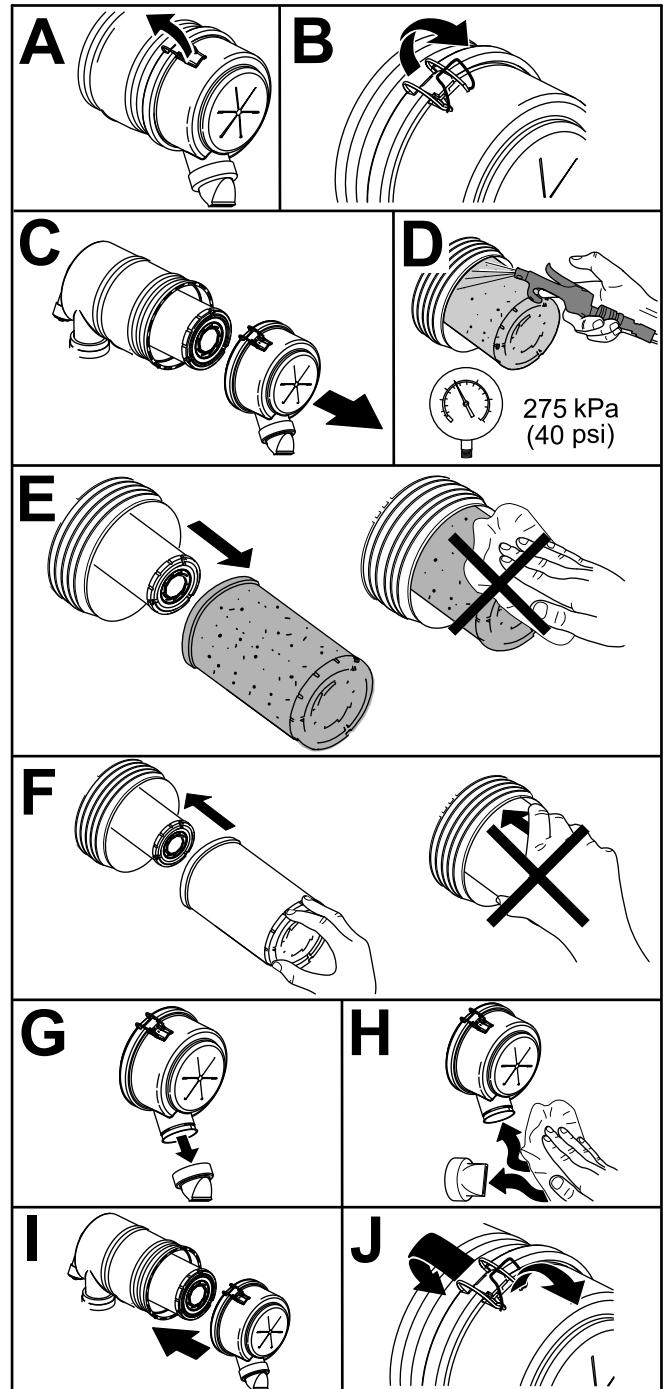

**Рисунок 52**
Элемент воздухоочистителя следует обслуживать только при соответствующем показании индикатора засорения (Рисунок 52). Более частая замена элемента воздухоочистителя (без необходимости) ведет лишь к повышению вероятности попадания грязи в двигатель при снятии элемента.
2. Сбросьте индикатор засорения (Рисунок 52), если он стал красным.